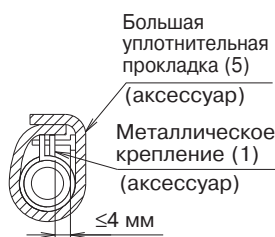

Рис. 12
Руководствуясь рисунком ниже, заизолируйте металлический зажим (1) и дренажный шланг (2) с помощью большой уплотнительной прокладки (5). (См. рис. 12)